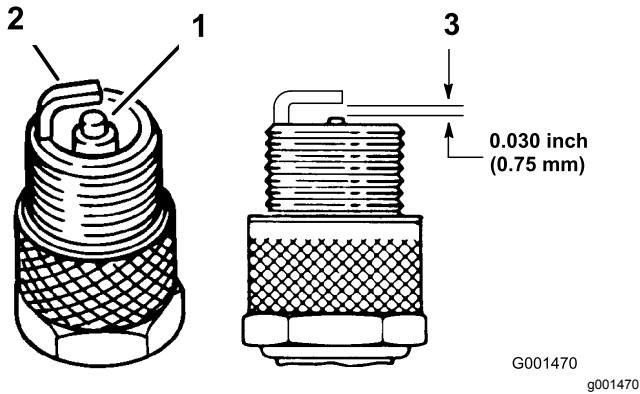

图 19
1. 查看火花塞的中心图 19。如果您看到绝缘体上有浅棕色或浅灰色涂层说明发动机运行正常。如果绝缘体上的涂层是黑色的通常意味着空气滤清器已变脏。
2. 检查中心电极与侧电极之间的空隙图 19。如果空隙不正确请弯转侧电极图 19。
3. 将电线连接到火花塞上图 19。